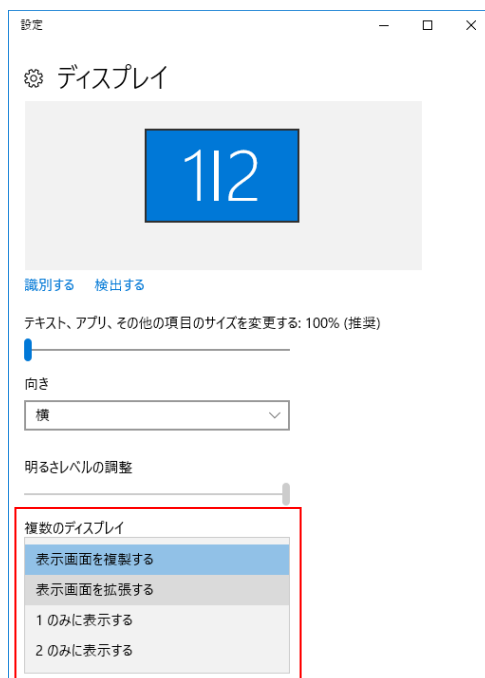

図 2-7-2-1. 画面の解像度設定画面
- ⑦ 図 2-7-2-2 のようなメッセージが表示されるので、15 秒以内に[変更を維持する]ボタンをクリックします。